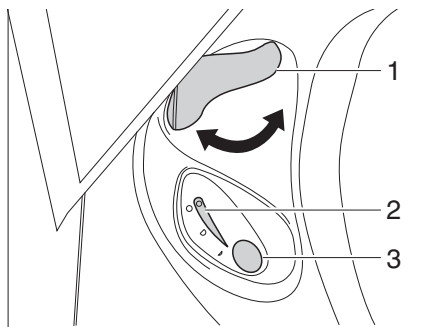

Fig. 382 Unidad de mando inodoro Thetford
- Antes del lavado, abrir la corredera del inodoro Thetford. Para ello, girar la palanca de corredera (Fig. 382,1) en sentido contrario a las agujas del reloj.
- Para lavar, pulsar el botón del inodoro azul (Fig. 382,3).
- Tras el lavado, cerrar la corredera. Para ello, girar la palanca de corredera (Fig. 382,1) en sentido de las agujas del reloj.
La luz de control (Fig. 382,2) se enciende cuando es necesario vaciar el cassette Thetford.
- Girar la palanca de corredera (Fig. 382,1) en sentido de las agujas del reloj. Se cierra la corredera. Para el vaciado debe estar cerrada la corredera en el inodoro Thetford.